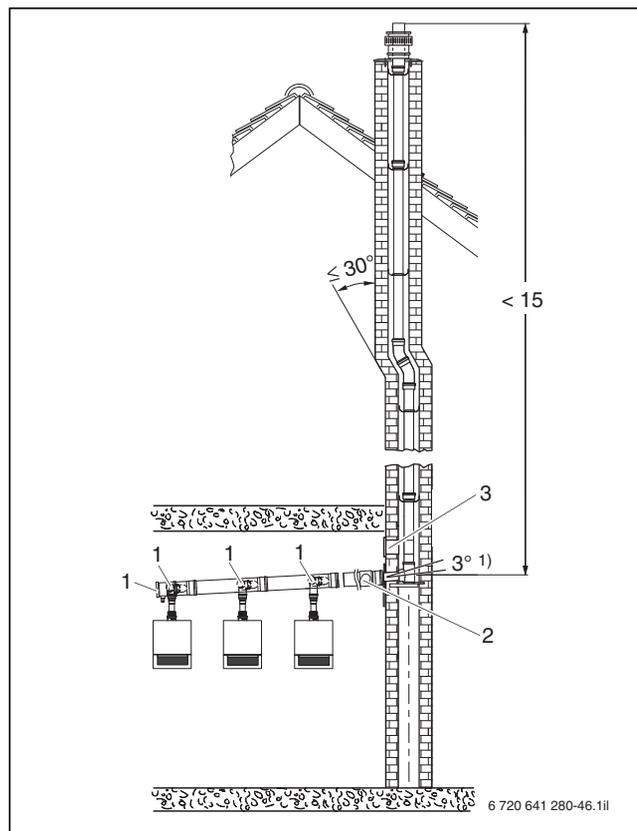
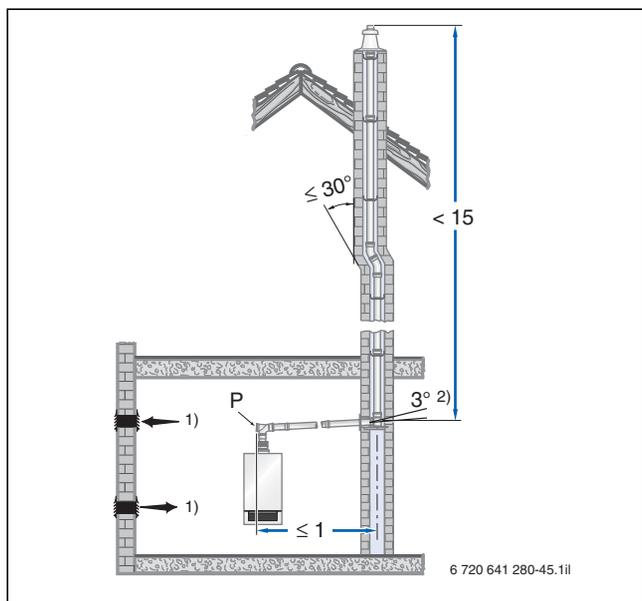

Bild 130 Beispiel zur Anordnung der Prüföffnung bei einer Kaskade (Maße in m)
Bild 129 Beispiel zur Anordnung der Prüföffnung (P) bei einer waagerechten Abgasleitung ohne Umlenkung im Aufstellraum (Maße in m)
Gemäß DIN 18160-1 und DIN 18160-5 müssen Abgasanlagen für raumluftabhängigen Betrieb leicht und sicher zu überprüfen und ggf. zu reinigen sein. Hierzu sind Prüföffnungen einzuplanen (→ Bild 129 und Bild 130).
- An der Stirnseite im geraden, waagerechten Abschnitt der Abgasleitung höchstens 1 m von der Umlenkung in den senkrechten Abschnitt entfernt, sofern sich dazwischen keine Umlenkung befindet (→ Bild 129) **oder**
- Seitlich im waagerechten Abschnitt der Abgasleitung höchstens 30 cm von der Umlenkung in den senkrechten Abschnitt entfernt (→ Bild 130, [2]).
- Die untere Prüföffnung bei DN 160 und DN 200 entsprechend Bild 130, [2] angeordnet ist
- Die untere Prüföffnung nach DIN 18160-1 und 18160-5 ausgeführt ist (→ Bild 129 und Bild 130).